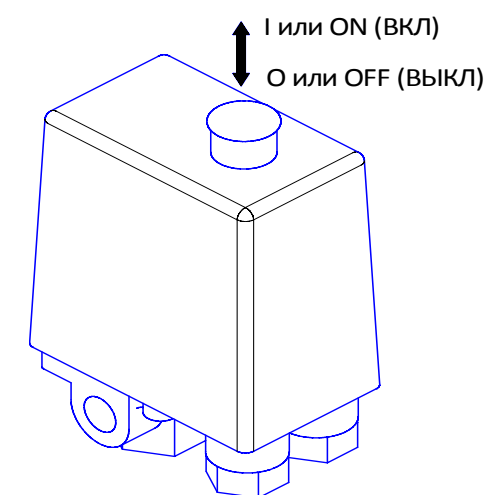

Рисунок 3
1 Проверьте, чтобы выключатель на прессостате находился в выключенном положении "O" или "OFF", в зависимости от исполнения (см. рисунок 3).
4 Включите компрессор выключателем на прессостате. Для этого необходимо переключить выключатель в положение "I" или "ON", в зависимости от исполнения (см. рисунок 3).
- 1 Выключить компрессор выключателем на прессостате. Для этого необходимо переключить выключатель в положение "O" или "OFF", в зависимости от исполнения (см. рисунок 3). После этого остановится электродвигатель и произойдет сброс давления из нагнетательного воздухопровода и поршневого блока.
- 1 Переключите выключатель на прессостате в положение "0" или "OFF", в зависимости от исполнения (см. рисунок 3).